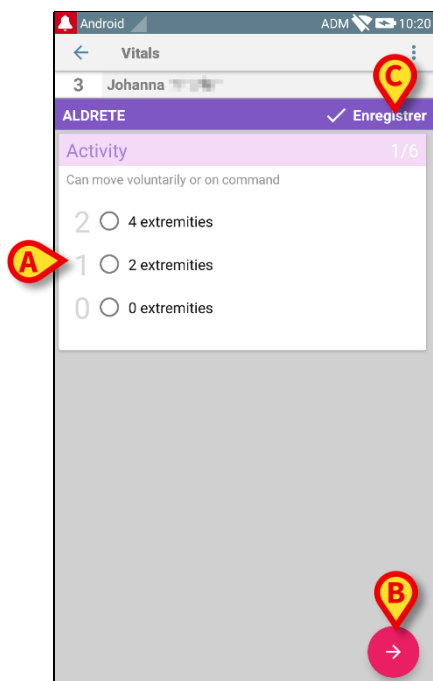
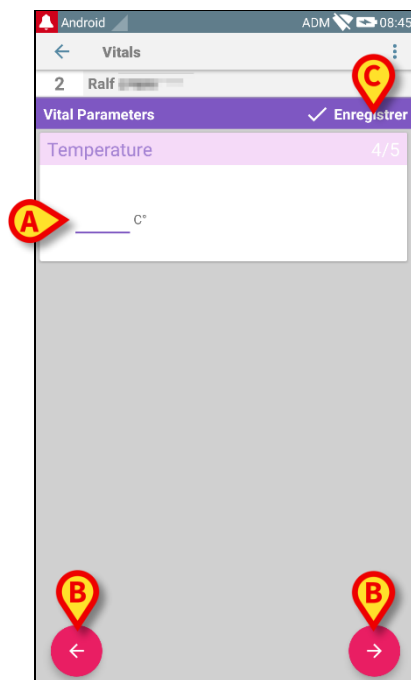

Fig 52
Fig 53
REMARQUE : les fonctions de l'écran de saisie des données dépendent du type d'ensemble de données sélectionné. Voir Fig 52 pour un exemple.
Voir Fig 53 pour un autre exemple.
- Saisir la/les valeur(s) requise(s) dans chaque écran (Fig 52 **A** et Fig 53 **A**).
- Accéder à l'écran suivant/précédent à l'aide des flèches indiquées dans Fig 52 **B** et Fig 53 **B**.
- taper sur **Enregistrer** pour enregistrer l'ensemble de données (Fig 52 **C** et Fig 53 **C**). L'option **Annuler** clôt l'écran de saisie des données.